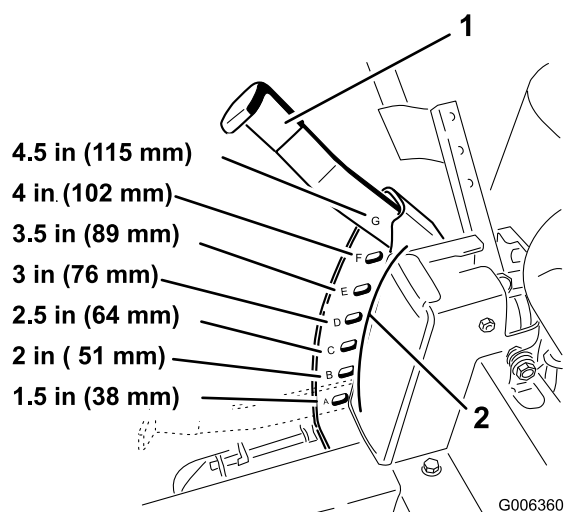

Bild 14
1. Heben Sie den Schnitthöhenhebel in die Transportstellung (Schnitthöheneinstellung von G (auch 115 mm) (Bild 14).